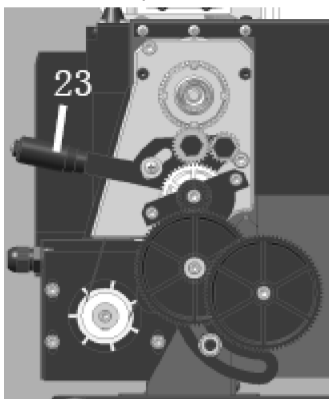

Рис. 1
Зубчатый механизм, показанный на Рис. 1, передаёт вращение винту подачи. Винт подачи работает, как червяк, и во время эксплуатации рукоятки автоподачи (12), которая крепится гайкой к винту подачи, передаёт вращение суппорту, а затем режущему инструменту. Таким образом, подача передаётся для нарезания резьбы и обточки. Частота вращения винта подачи и скорость режущего инструмента определяются конфигурацией коробки передач. Подробно Вы можете почитать об этом в разделе «Резьбонарезание».